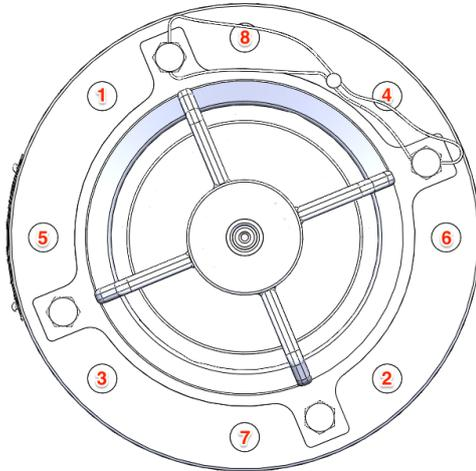

Figura 2-2 Apriete en secuencias alternadas
- 2.2.10 Instale las tuercas y apriételas en incrementos de torsión de 1/3 de vuelta, en secuencia diagonalmente alternada, hasta un valor de torque especificado por la empaquetadura en particular, tal como se muestra en la Figura 2-2 que aparece a continuación. Consulte con el fabricante de la empaquetadura para conocer los requisitos de torque recomendados.